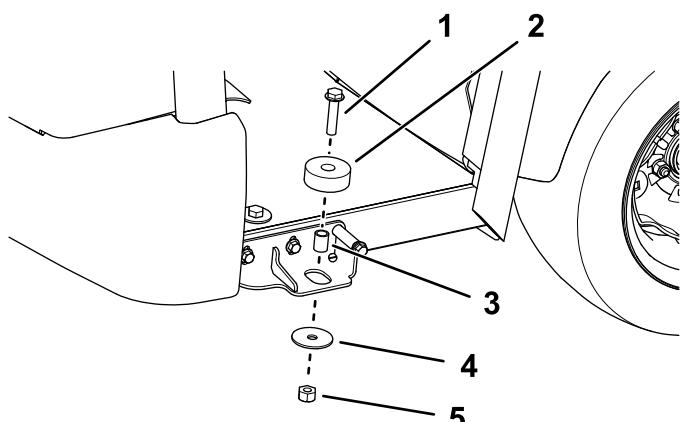

図 28
6. ゴム製アイソレータを取り付ける左右それぞれにフランジヘッドボルト $\frac{1}{2}$ x 2 $\frac{1}{4}$ "、スペーサ、ワッシャ、ロックナットを使用する図 28。